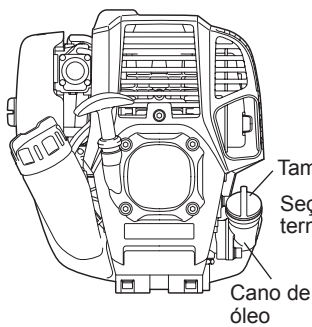

Fig. 1
- Ajuste o nível do motor, remova a tampa do óleo (Fig. 1), e verifique se há ou não óleo na faixa entre as marcas de limite superior e inferior do cano de óleo (Fig. 2).